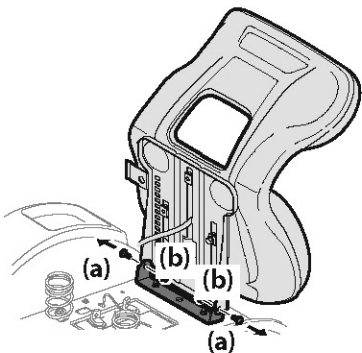

Figura 2
2. Quite los dos tornillos con reborde (a) y las tuercas de seguridad con brida (b) de la bandeja del asiento tal como se muestra en la Figura 2.